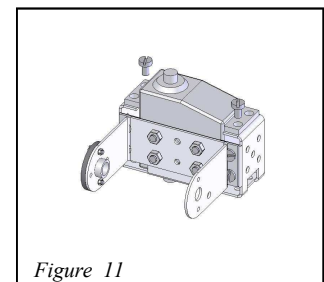

Figure 11
**Étape 7 :** Positionner le **servomoteur (1)** sur la **cage (2)**. Faire passer le cordon du **servomoteur (1)** dans la découpe latérale de la **cage (2)**. Voir figure 11. Tirer légèrement puis enfoncer le **servomoteur (1)** jusqu'à ce qu'il soit posé sur la **cage (2)**.